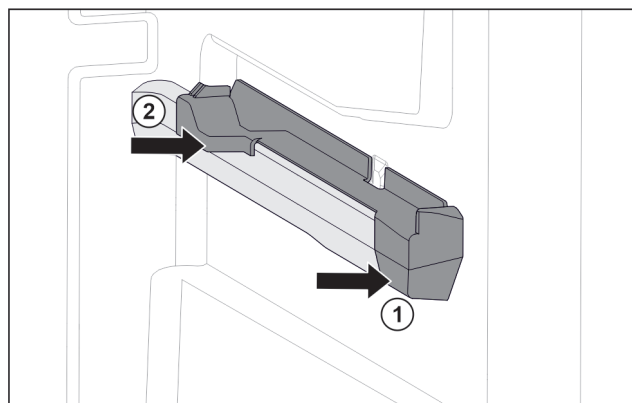

Fig. 129 Nasazovací díl na pravém žebrování na nádoby
- ▶ Nasad'te nasazovací díl na žebrování na nádoby. Fig. 129 (1)
- ▶ Přitlačte nasazovací díl k zadní části. Fig. 129 (2)